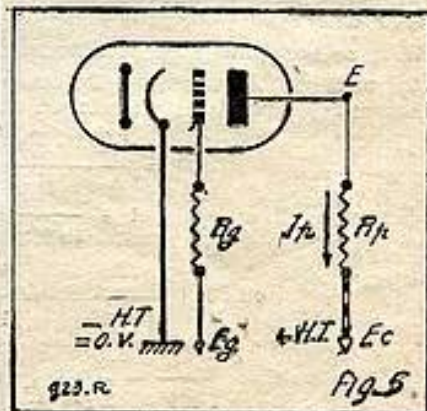

Fig. 5
§ 5. La triode comme amplificatrice en courant continu. — Considérons le montage de la figure 5. Il s'agit d'une triode comportant une résistance élevée, R_g , dans le circuit de grille et une autre résistance R_p , un peu plus faible en général, dans le circuit de plaque. L'extrémité de R_g opposée à la grille est connectée à une source de tension de sorte que E_g est négative par rapport à la tension de la cathode. Cette dernière est connectée à la masse, donc au point de tension zéro.
A) Une triode possède une pente de 5 mA/V , une résistance interne de $15\,000 \Omega$ lorsqu'elle est montée comme indiqué sur la figure 5. On fait varier la tension grille de $0,3 \text{ volts}$.
C) Dans une triode montée suivant le schéma de la figure 5 l'amplification est de 30 fois. La pente est de 4 mA/V , la résistance interne de $50\,000 \Omega$. Déterminer la valeur de R_p .